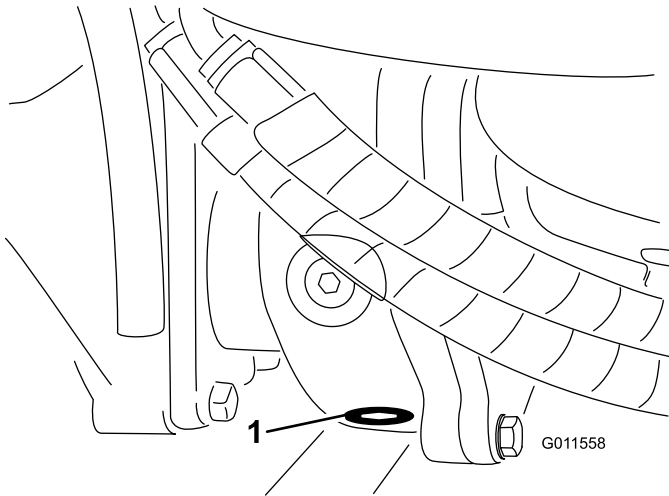

Bild 66
5. Reinigen Sie den Bereich um die Ablassschraube an der Unterseite des Getriebes (Bild 66).